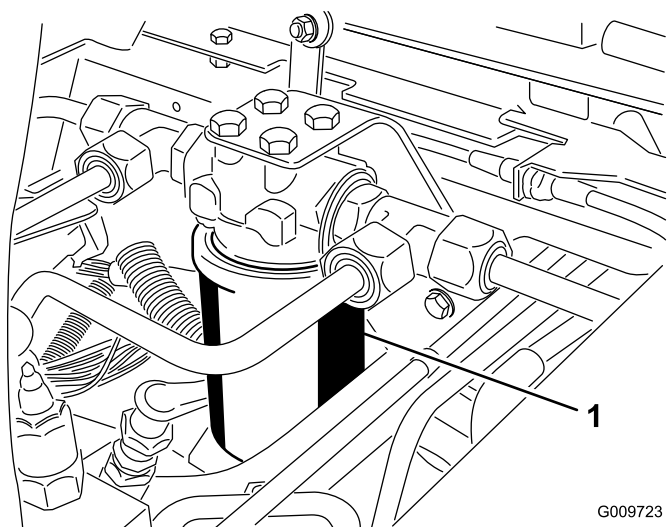
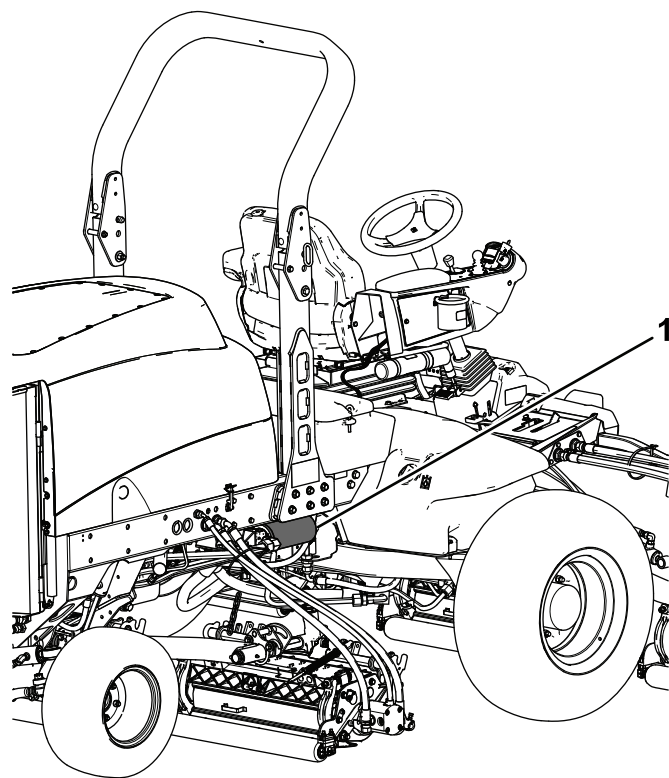

Рисунок 107
Рисунок 108
3. Подставьте под фильтр поддон, а затем снимите фильтр (**Рисунок 107** и **Рисунок 108**).